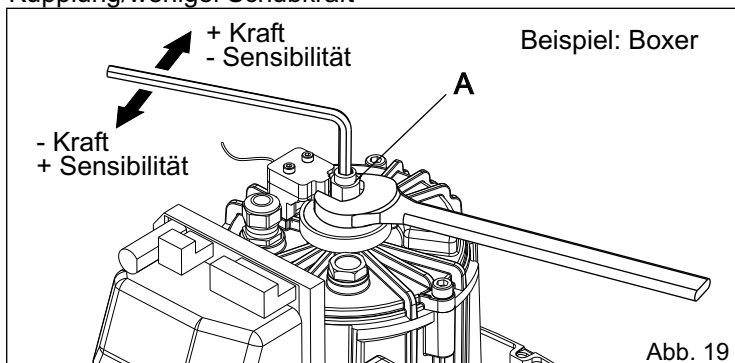

Abb. 19
- Stift "A" (Abb. 19) wie folgt drehen: